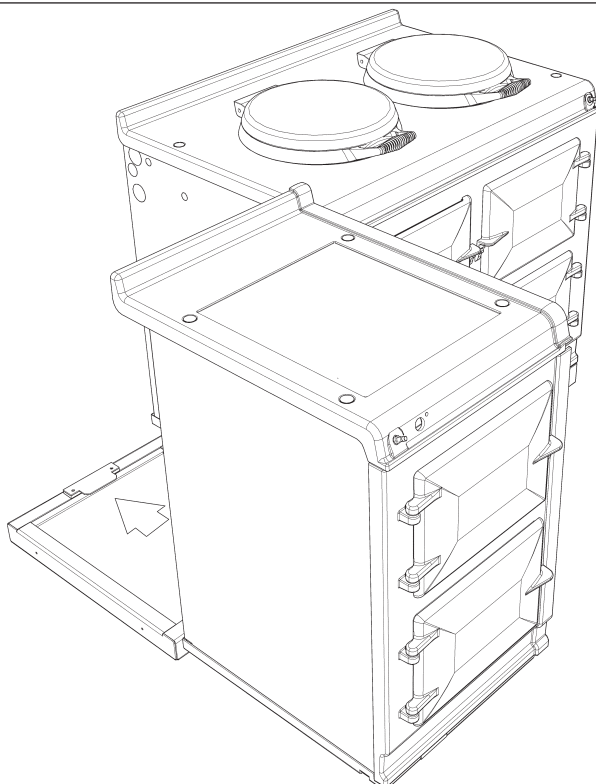

Fig. 15
6. Far scorrere l'armadio riscaldante sul plinto fino a quando la staffa posteriore ad aletta non sia completamente fissata alla parte posteriore della fessura di base (Vedere Fig. 15). Assicurarsi che l'elettrodomestico sia allineato correttamente con il plinto. Fissare, quindi, la staffa anteriore ad aletta all'interno della fessura sulla parte inferiore del piano di base. Dopo essersi assicurati di aver fissato correttamente la staffa anteriore ad aletta, bloccarla in posizione stringendo completamente le due viti M6. Assicurarsi che il cavo elettrico non entri in contatto con il tubo di ventilazione del forno AGA DC3.